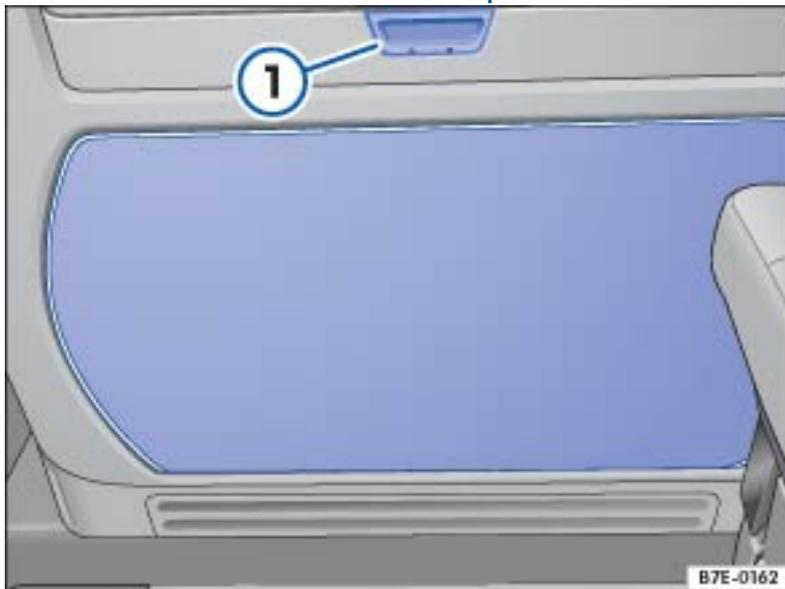

Fig. 43 Dans la porte coulissante : table escamotable
- Poussez la poignée vers le haut → Fig. 43① pour déverrouiller la table escamotable.
- Appuyez sur la poignée → Fig. 43① pour déverrouiller la table escamotable.